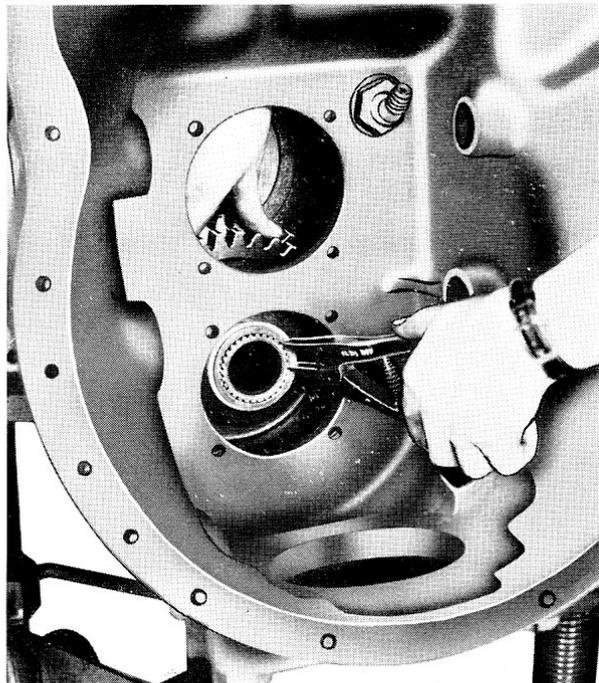

Fig. 7
- 4° Ramener l'ensemble vers l'AR (le roulement central engagé dans son palier) et extraire de sa gorge le circlip de retenue du pignon cloche (fig. 7).